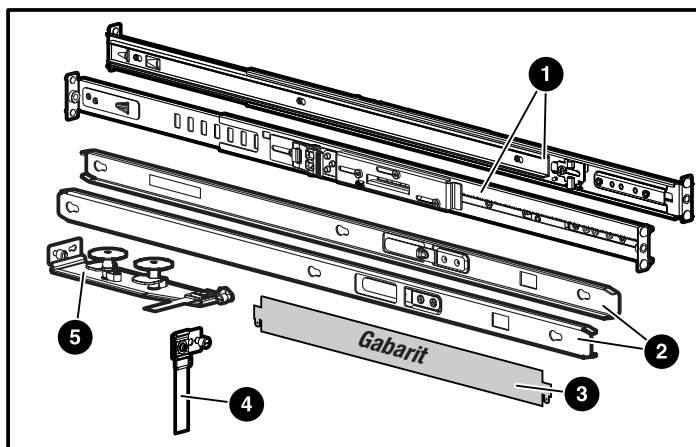

Figure 2-2. Matériel de montage en rack
- Matériel de montage en rack (figure 2-2 et tableau 2-1)